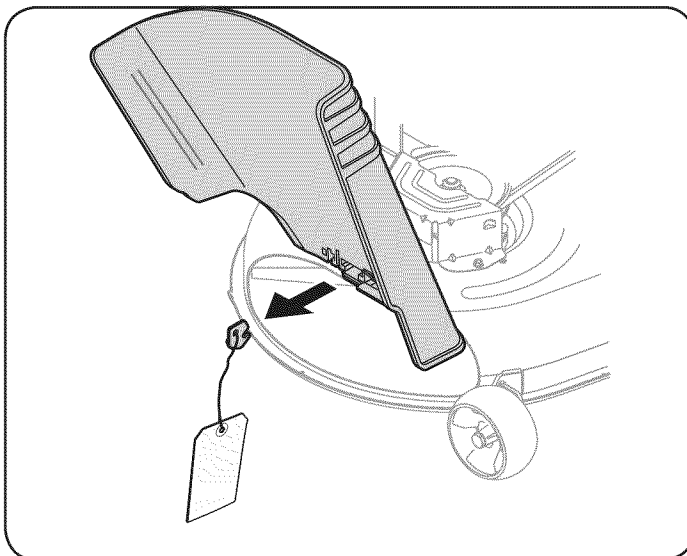

Figure 2
- Busque la llave de envío, si existe, y la etiqueta de advertencia que acompaña a encontrarse en el lado derecho de la cortadora de césped, entre la tolva de descarga y la plataforma de corte. Véase la Figure 2.